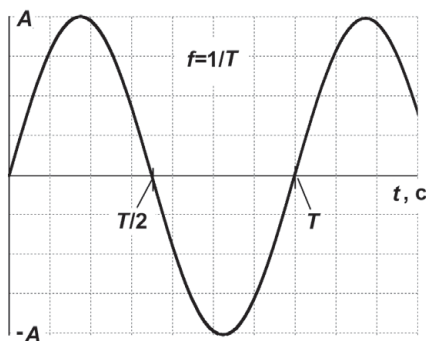

Рис. 4.2. График простого синусоидального колебания
На рис. 4.2 приведен график такой величины в зависимости от времени в условном масштабе. По оси ординат могут быть отложены как напряжение или ток, так и любой другой физический параметр. Отрезок времени T есть период изменения, а величина A носит название *амплитуды* и представляет собой максимальное значение нашей переменной в одном периоде (отметим, что для синусоидального закона минимальное значение — на части графика ниже оси абсцисс — по абсолютной величине строго равно максимальному). Величина, обратная периоду, обозначается буквой f и носит название *частоты* (см. формулу на рис. 4.2, *вверху*). Для нее придумана специальная единица измерения — это хорошо всем знакомый герц (Гц), названный так в честь немецкого физика XIX века Генриха Герца, доказавшего существование радиоволн. Как следует из определения частоты, размерность герца есть единица, деленная на секунду: $1 \text{ Гц} = 1/\text{с}$. Это просто-напросто означает, что колебание с частотой 1 Гц имеет период повторения ровно 1 секунду. Соответственно, 1 кГц (килогерц) означает, что в одной секунде укладывается тысяча периодов, 1 МГц (мегагерц) — миллион периодов и т. п.
Эта величина носит название *фазы*. Взятая для одного отдельного колебания, величина фазы выглядит не имеющей особого смысла, так как мы всегда можем сменить точку начала отсчета времени так, чтобы привести уравнение к виду (1), а, соответственно, график — к виду рис. 4.2, и при этом ничего не изменится. На экране осциллографа это можно сделать очень наглядно — поворотом ручки «Уровень» (имеется в виду уровень синхронизации). Однако все будет выглядеть иначе, если мы имеем два связанных между собой колебания — скажем, напряжения в разных точках одной схемы. В этом случае нам может быть важно, как соотносятся их величины в каждый момент времени, и тогда фаза одного переменного напряжения относительно другого (называемая в этом случае *сдвигом* или *разностью*
Для того чтобы понять смысл этого вопроса, давайте внимательно рассмотрим график синусоидального напряжения на рис. 4.2. В каждый момент времени величина напряжения в нем разная — соответственно, будет разной и величина тока через резистор нагрузки, на который мы подадим такое напряжение. В моменты времени, обозначенные $T/2$ и T (т. е. кратные половине периода нашего колебания), напряжение на нагрузке вообще будет равно нулю (ток через резистор не течет), а в промежутках между ними — меняется вплоть до некоей максимальной величины, равной амплитудному значению A . Точно так же будет меняться ток через нагрузку, а, следовательно, и выделяемая мощность (которая от направления тока не зави-
Называть действующее значение «средним» неверно, правильно называть его *среднеквадратическим* (по способу вычисления — через квадрат функции от времени). Но существует и понятия среднего значения, причем не одно, а даже два. Просто *среднее* (строго по смыслу названия) — сумма всех мгновенных значений за период. И так как нижняя часть синусоиды (под осью абсцисс) строго симметрична относительно верхней, то можно даже не брать интегралов, чтобы сообразить, что среднее значение синусоидального напряжения, показанного на рис. 4.2, в точности равно нулю, — положительная часть компенсирует отрицательную. Но такая величина малоинформативна, поэтому чаще используют *средневыпрямленное* (среднеамплитудное) значение, при котором знаки не учитываются (т. е. в интеграл подставляется абсолютная величина напряжения). Эта величина (U_c) связана с амплитудным значением (U_a) по формуле $U_a = \pi \cdot U_c / 2$, т. е. U_a равно примерно $1,57 \cdot U_c$.